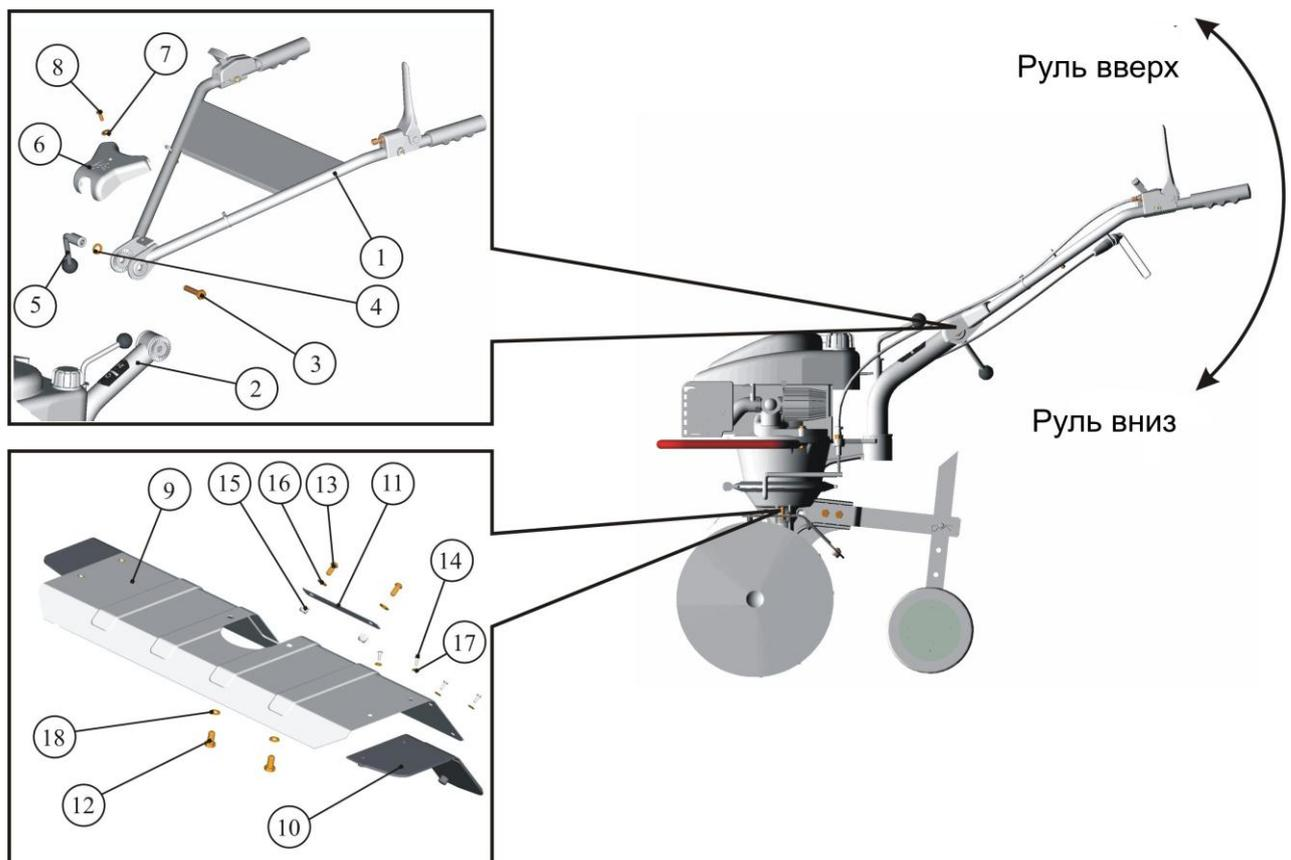
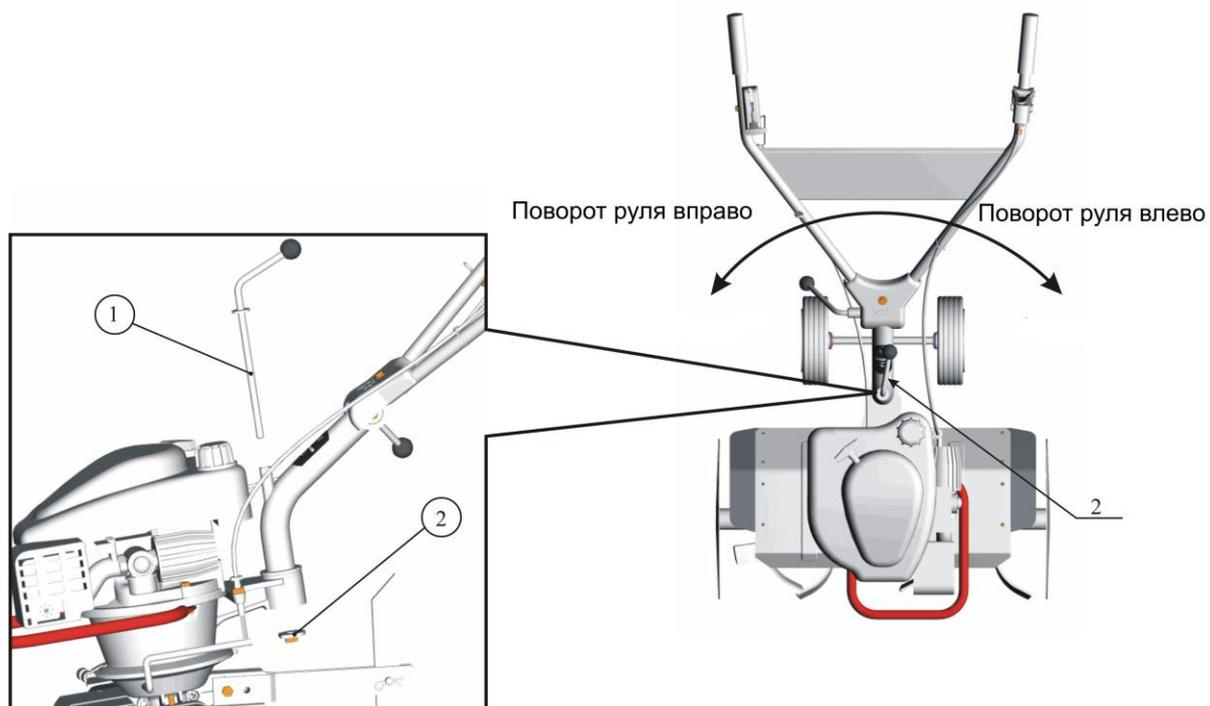

Рис. 2. Сборка мотокультиватора.
Рис. 6. Поворот руля
Сборку мотокультиватора производить в соответствии с рис. 2.
Конструкцией рулевого устройства предусмотрена возможность регулирования руля как в вертикальной плоскости (рис.2), так и в горизонтальной (рис.6). Руль фиксируется в выбранном положении :
- в вертикальном положении за счет узла регулирования посредством затяжки ручки 5 (рис.2);
- в горизонтальном положении благодаря аналогичному узлу регулирования может быть зафиксирован как в нормальном положении (ось руля совпадает с продольной осью мотокультиватора), так и в повернутом положении, зафиксированном ручкой 1 (рис. 6) на определенный угол. Это позволяет управлять мотокультиватором, находясь сбоку от свежевспаханной почвы.